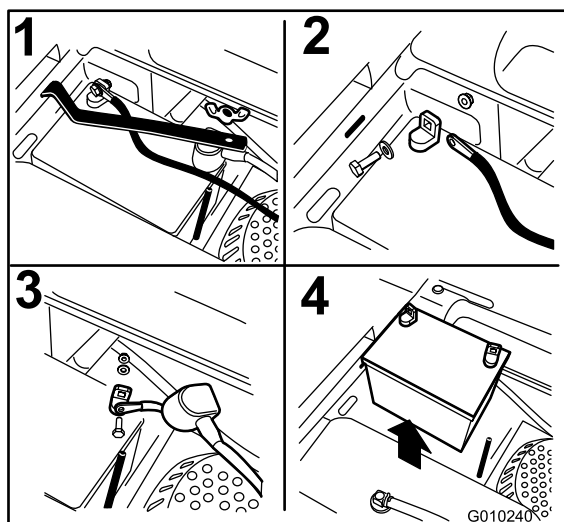

Figure 48
3. Retirez l'écrou à oreilles qui fixe la barrette de maintien de la batterie (Figure 48).
4. Commencez par débrancher le câble négatif (noir) de la borne négative (-) (noire) de la batterie (Figure 48).
5. Enlevez le capuchon rouge de la borne positive (rouge) de la batterie et débranchez le câble positif (+)(rouge) (Figure 48).
6. Déposez la barrette (Figure 48).
1. Placez la batterie dans son support en tournant les bornes à l'opposé du réservoir hydraulique (Figure 48).
5. Fixez les câbles avec 2 boulons, 2 rondelles et 2 contre-écrous (Figure 48).
6. Reposez la barrette et fixez-la avec l'écrou à oreilles (Figure 48).